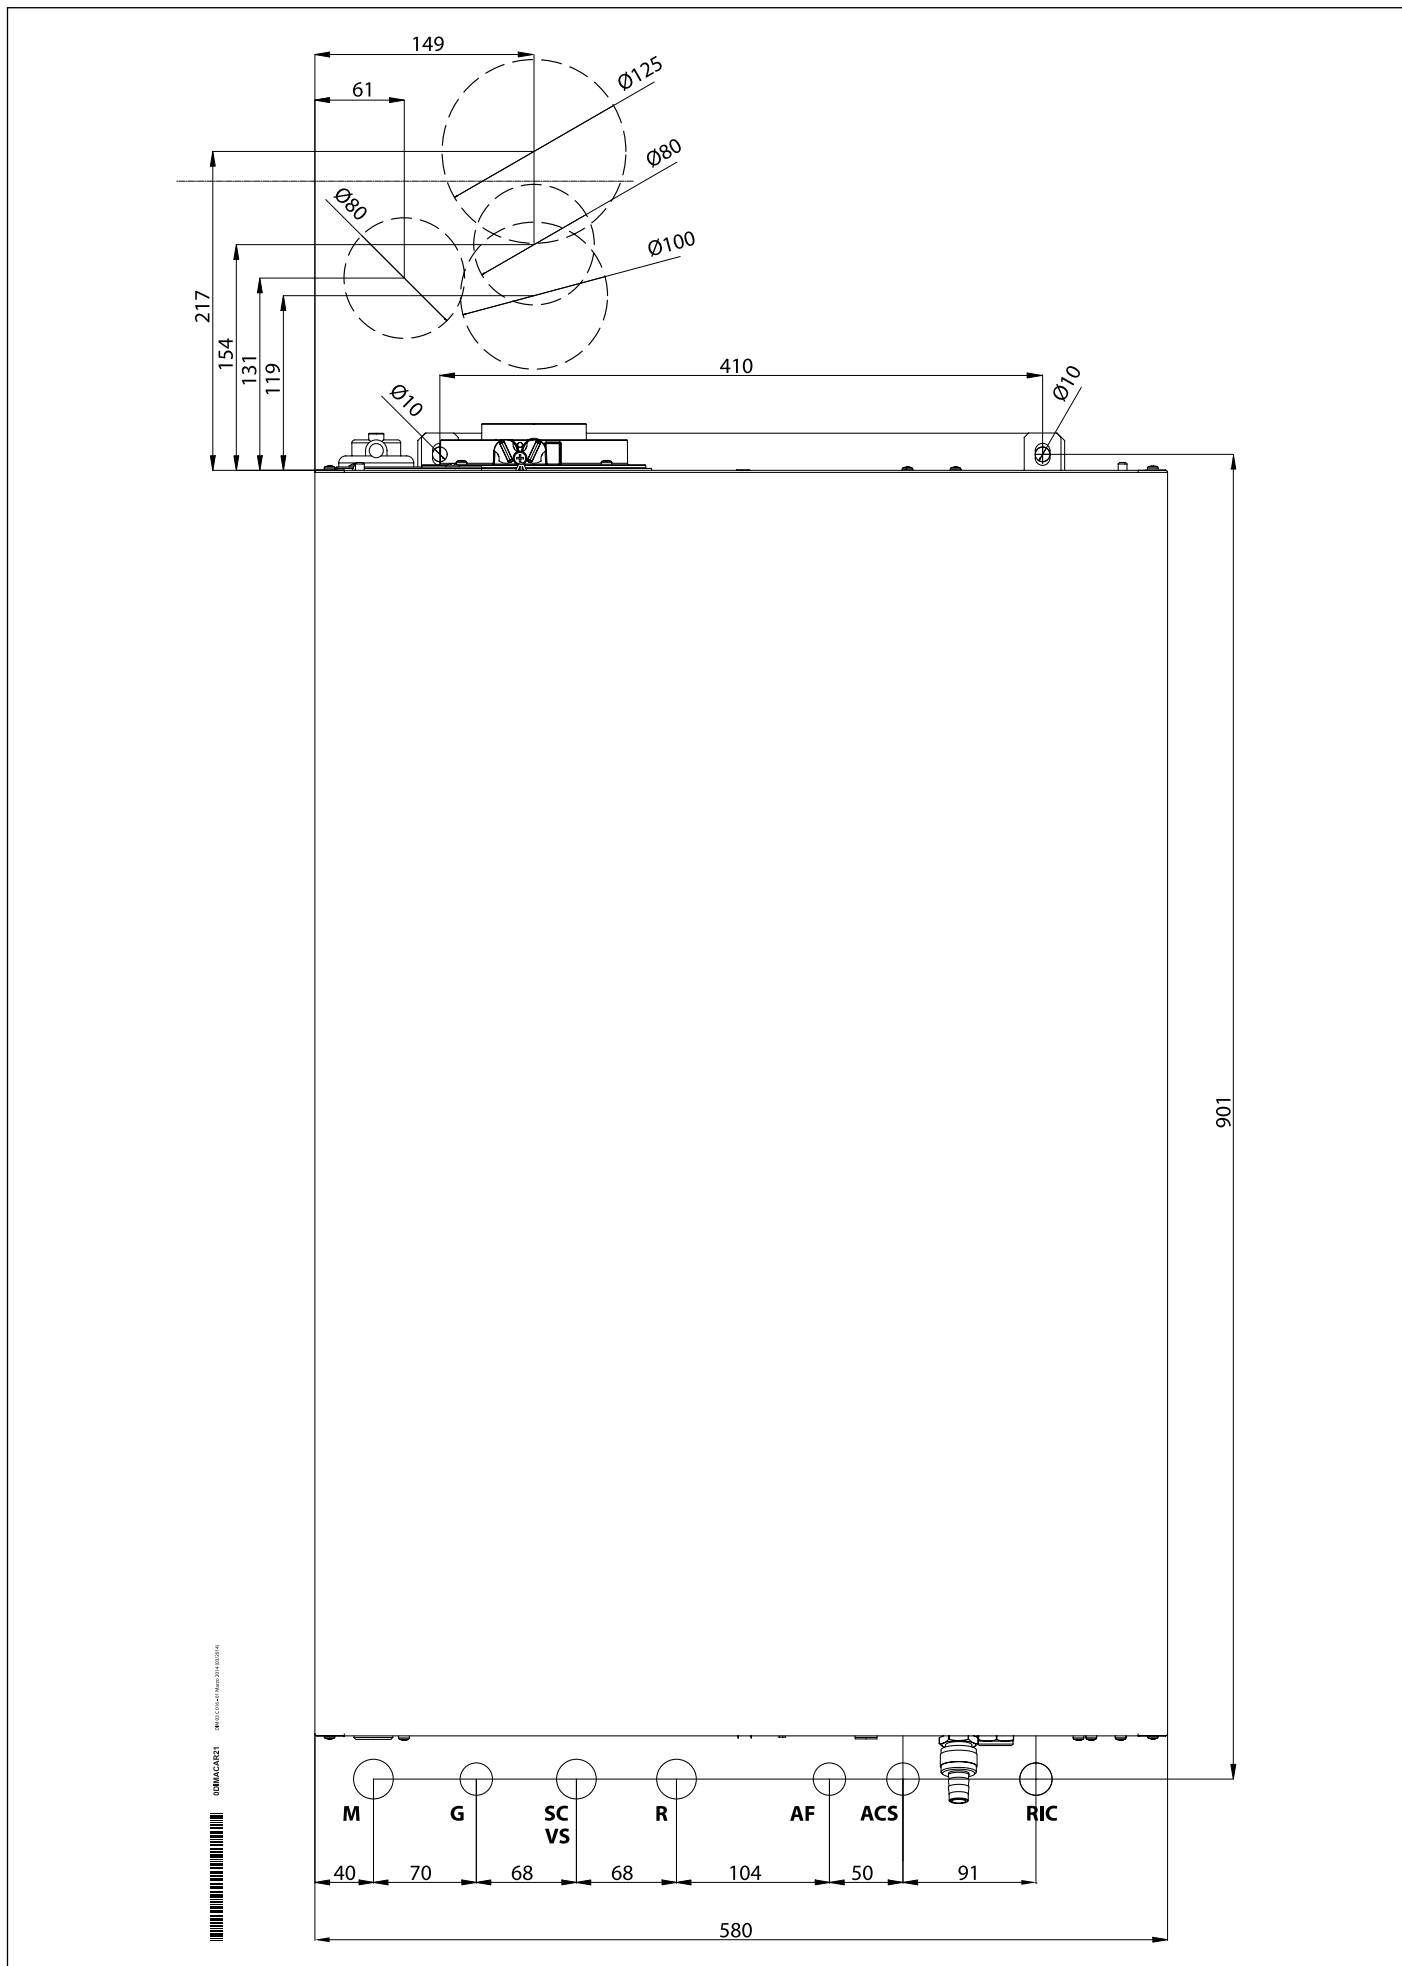

Fig. 6 Plantilla de instalación
- » la plantilla de fijación de la caldera a la pared (véase Fig. 6 Plantilla de instalación).
Cada aparato está provisto de una plantilla de papel correspondiente (ver Fig. 6 Plantilla de instalación).
- Fijar la plantilla (ver Fig. 6 Plantilla de instalación) a la pared.